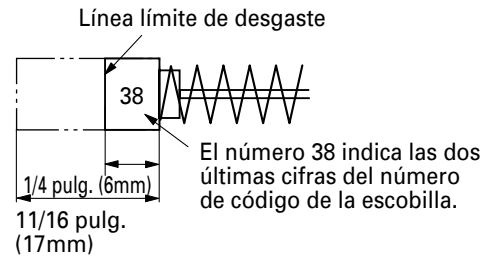

Fig. 35
3. Inspección de las escobillas (Figs. 35 y 36)
Por lo tanto, inspeccione periódicamente las escobillas y reemplácelas cuando se hayan desgastado hasta la línea límite mostrada en la Fig. 35.